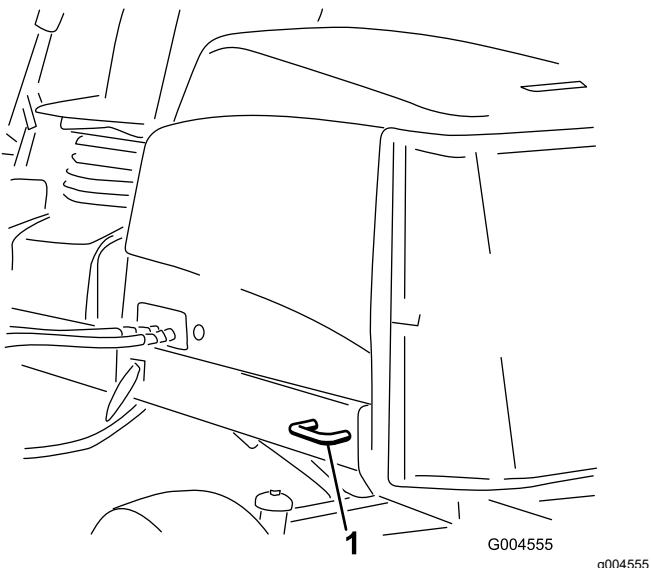

Figure 61
- Arrière de la machine** – de chaque côté de la machine sur le cadre arrière (Figure 61)